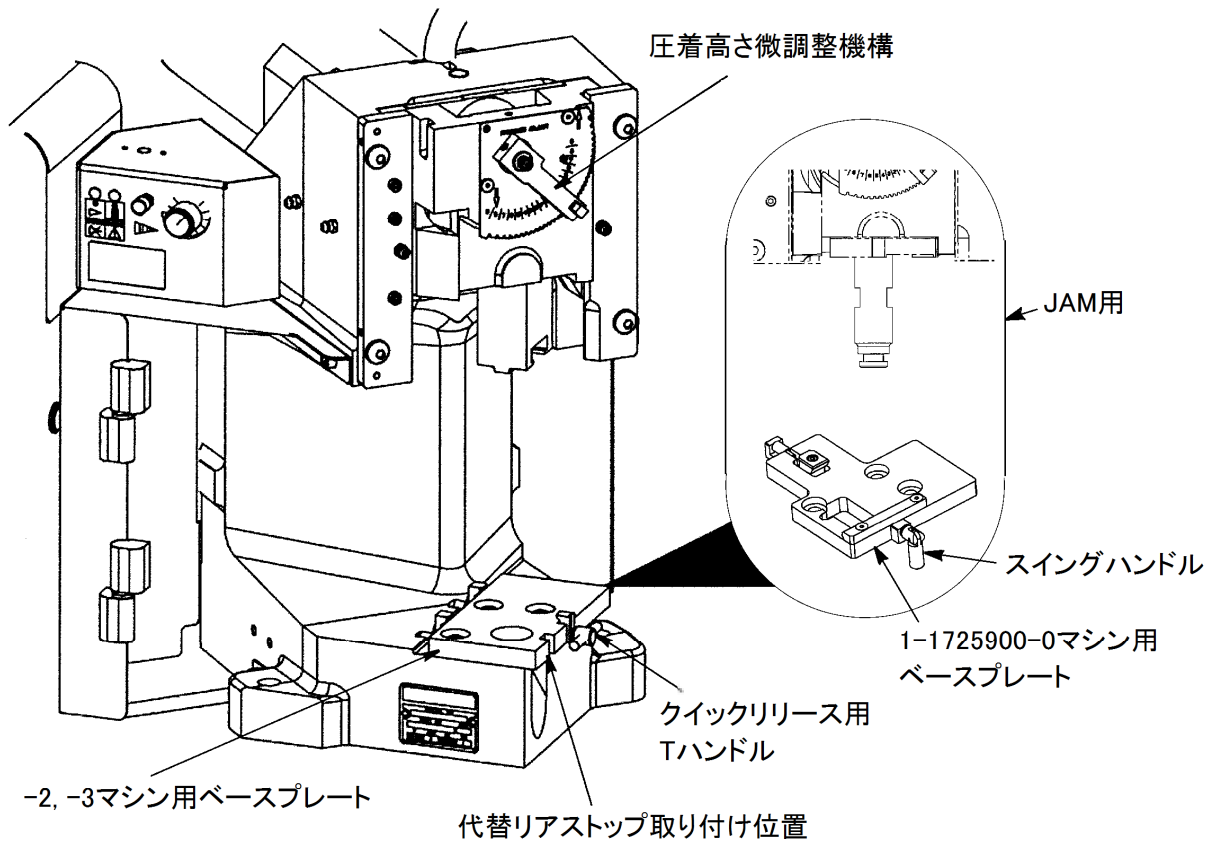

Fig. 5
3. **ベースプレート**は、アプリケーションの取り付け面になります。クイックリリースラッチング機能によって速く、簡単に、アプリケーションの取り付け・取り外しができます。-50, -51は除く。Fig. 5を参照してください。
1. Tハンドル (Fig. 5 参照) を緩め、アプリケーターベースのクランプを下方にずらしてください。
注 意 アプリケーター 567200-2 (本来、AMP-O-LECTRIC モデル"K"ターミネーティングマシンで使用するためのもの) を使用する場合は、T-ハンドルを緩め、アプリケーターベースクランプずらし、ベースプレート左側のリアストップを外します。エアフィードキットに付属しているリアストップ (PN354561-1) を代わりにベースプレートに取り付けてください。Fig.5 を参照してください。